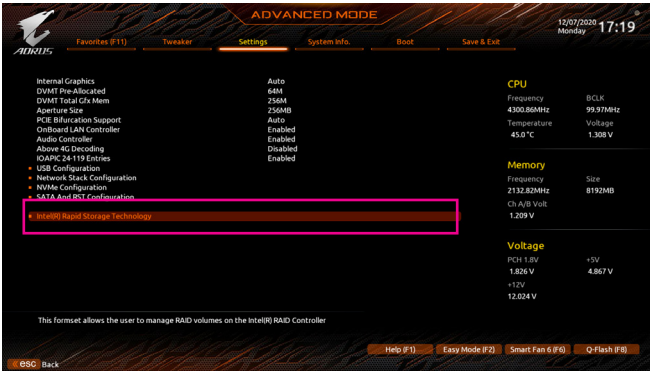

图2
重新开机后,请进入BIOS程序设置画面,再进入「Settings\IO Ports\Intel(R) Rapid Storage Technology」子选单(图2)。